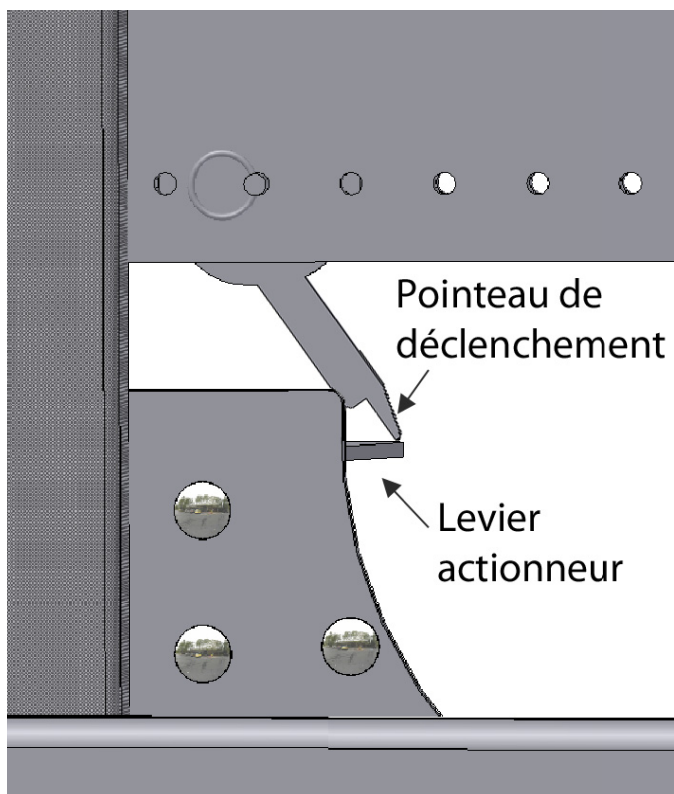

Figure 42 – Ajustement du levier actionneur du cerceau (position du levier actionneur)
3. Positionnez le pointeau de déclenchement et le levier actionneur du cerceau tel qu'illustré à la Figure 42 :
- À la main, poussez complètement le pointeau de déclenchement vers l'avant de la machine. L'angle formé devrait être d'environ 45° (Figure 42).
- Tirez sur le bouton d'arrêt hydraulique. Le poussoir se déplace alors vers l'avant de la machine. Poussez sur le bouton d'arrêt hydraulique lorsque le levier actionneur du cerceau arrive devant le bout du pointeau de déclenchement (Figure 42).